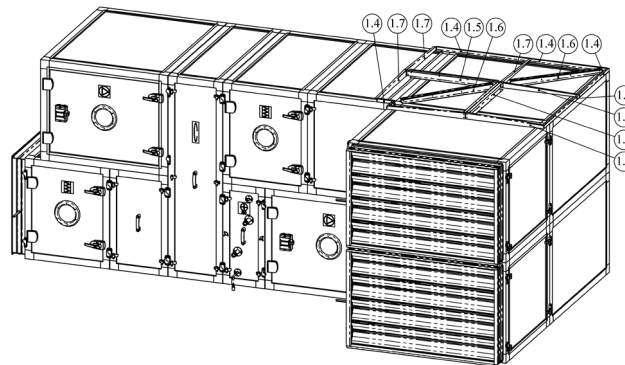

Abb. 6.1
1. Starten Sie die Montage vom Eckabschnitt aus. Verbinden Sie die eckigen Dachträger 1.4, 1.5, 1.6, 1.7 mit selbstschneidenden Schrauben 4,8 x 19 DIN 7504K. Befestigen Sie den Rahmen mit selbstschneidenden Schrauben 4,8 x 19 DIN 7504K, die mit dem Gerät geliefert wurden, am Gerät, wie in Abbildung 6.1 gezeigt.